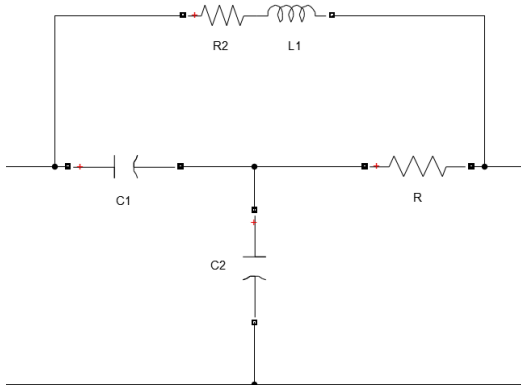

Figura 1. Circuito del punto a del preinforme
- b. Para el circuito de la figura 1 y 2 los elementos son los siguientes:
Para el circuito de la figura 1, determinar: